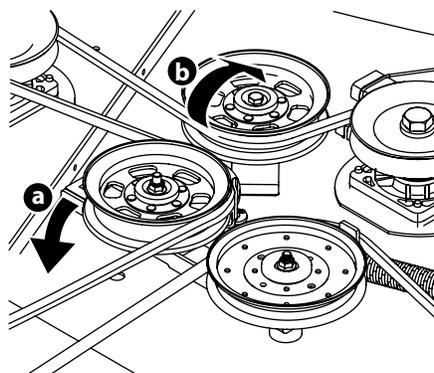

Figura 4-12
- b. Desde la parte media del tractor, haga girar el soporte de polea loca y la polea loca móvil hacia atrás, separándolos de la parte posterior de la correa en 'V' (a) a una distancia suficiente que permita levantar la correa, por encima de la polea loca (b). Vea la Figura 4-12.